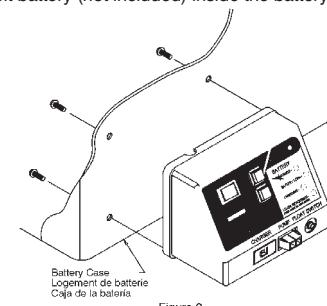

Figure 2
1. Attach the control unit to the battery enclosure, using the four provided sheet metal screws, as shown in Figure 2.
1. Fixer le boîtier de commande à l'enceinte de batterie en utilisant les quatre vis autotaraudeuses, tel qu'illustré à la Figure 2.